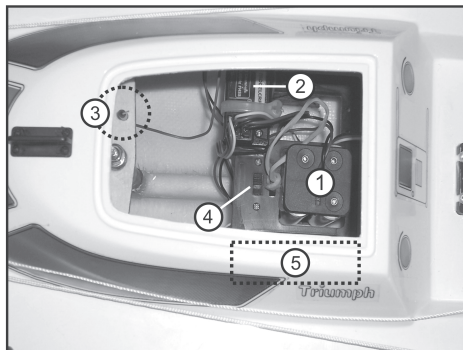

Figure 4
La figure 4 illustre l'accu du récepteur (1), le récepteur (2), l'antenne du récepteur, l'interrupteur marche/arrêt et, de manière symbolique (car caché par la coque), le servo de direction.
L'étendue de la livraison contient un logement de piles. Vous pouvez y insérer quatre accus ou piles AA/Mignon. Insérez alors le logement de piles à l'endroit illustré sur la figure 4, dans un trou préparé de la plaque en plastique.
La figure 4, n° 2, montre un emplacement de montage possible pour le récepteur de la télécommande. Vous pouvez fixer le récepteur à l'aide de ruban adhésif double face (servotape) ou d'un serre-câble.
La figure 4, pos. 4, montre l'emplacement de montage de l'interrupteur marche/arrêt. L'installation de réception s'allume ou s'éteint avec cet interrupteur.
L'élastique illustré sur la figure 4 à côté de l'interrupteur marche/arrêt sert à maintenir le couvercle de la cabine sur le pont supérieur et a été enlevé du couvercle de la cabine, pour la photo.